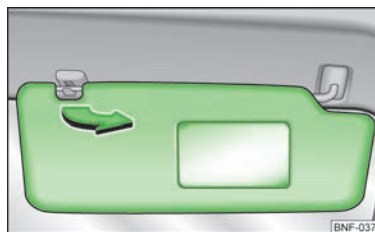

Fig. 28
- Træk solskærmen ud af holderen, og drej den mod døren i pilens retning » Fig. 28.